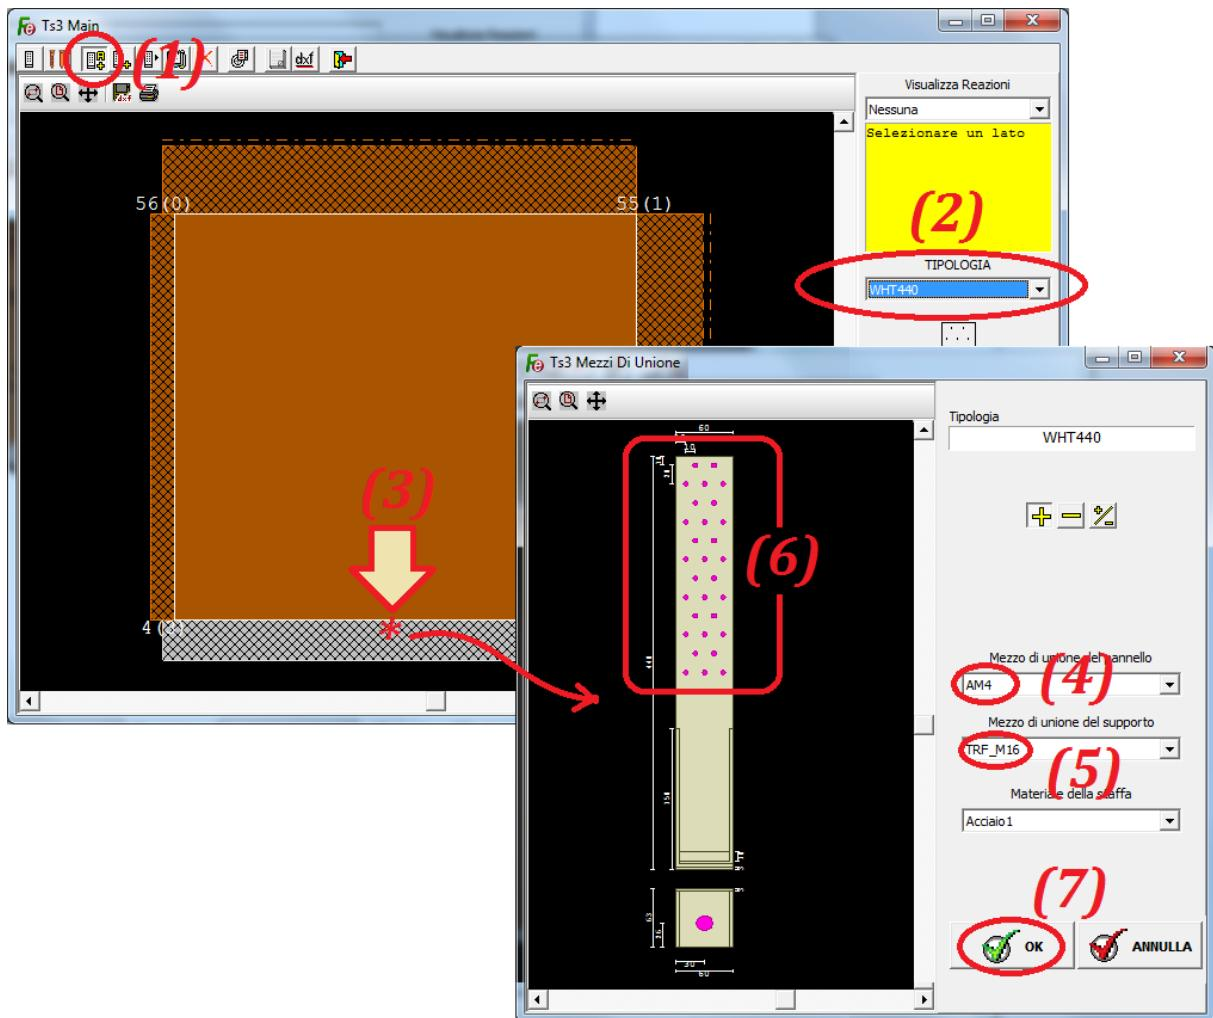

Figura 72
Con riferimento alla figura 72, cliccare (1) sul tasto “*Aggiungi staffe (automatico)*”, controllare che la tipologia impostata sia la “*WHT440*” (2), portare il cursore in prossimità del bordo inferiore del pannello (3) in corrispondenza del punto contrassegnato con “*” e farvi click con il tasto sinistro del mouse per visualizzare la finestra “*Mezzi di Unione*”.